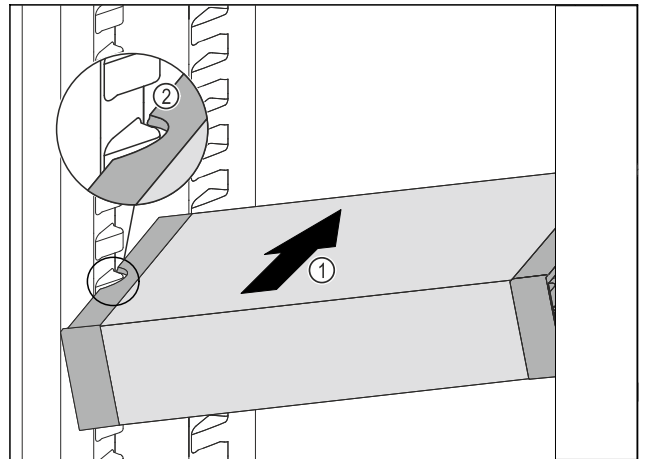

Fig. 92
- ▶ VarioSafe schuin in het koelgedeelte schuiven Fig. 92 (1), tot de uitsparingen aan de zijkant Fig. 92 (2) van de VarioSafe op de hoogte van de rib in het koelgedeelte zitten.